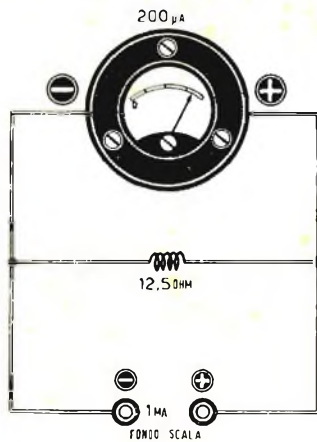

Fig. 8 - Resistenza shunt da 12,5 ohm per portata di 1 mA.
**Resistenza shunt per la portata di 1 mA =  $50 : (5-1) = 12,5$  ohm (fig. 8).**